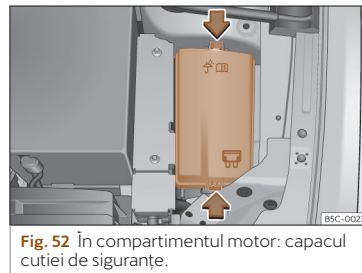

Fig. 52 În compartimentul motor: capacul cutiei de siguranțe.
- Apăsați clemele de blocare, pentru a elibera capacul cutiei de siguranțe»» **fig. 52.**